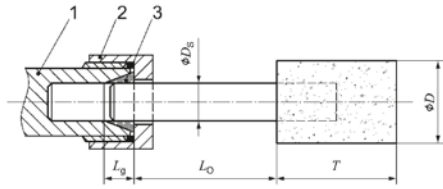

Figure 1: Longueur de serrage du mandrin et de la pince de serrage
- Veillez à ce que la vitesse de rotation autorisée pour les petites meules soit réduite en raison de l'augmentation de la longueur de la tige entre l'extrémité de la pince de serrage et la petite meule (surplomb). Il faut s'assurer que la longueur minimale de serrage de 10 mm soit respectée. (voir figure 1 et les recommandations du fabricant de petites meules).